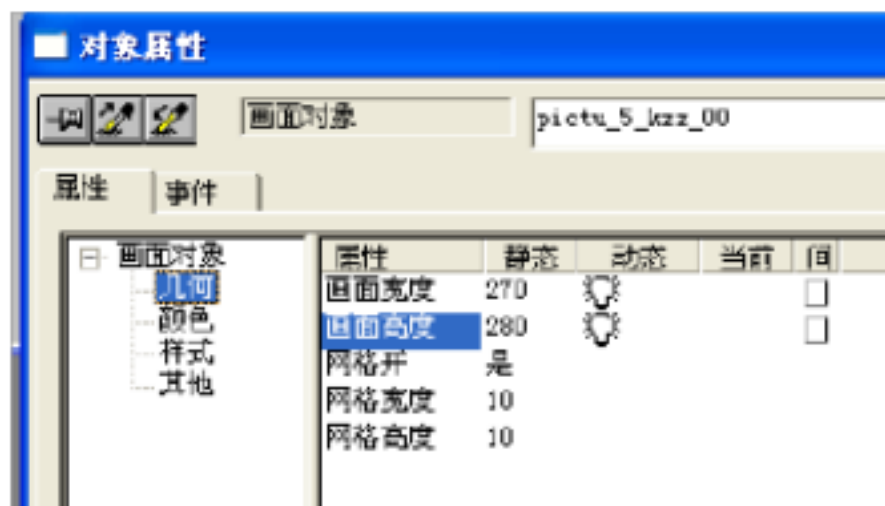

图 3-1 新建画面对象属性对话框
2) 通过“ 文件 ”菜单中的“ 新建 ”菜单条目，创建一个新的画面，并通过“ 文件 ”菜单中的“ 另存为 ... ”菜单条目，将其以名称 pictu_5_kzz_00.pdl 进行保存。将鼠标指向新建画面，单击鼠标右键，在弹出的菜单中选择“ 属性 ”菜单条目，打开“ 对象属性 ”对话框（见图 3-1）。如图 3-1 所示将“ 属性 ”标签下的“ 几何 ”部分中的“ 画面宽度 ”设置为 270，“ 画面高度 ”设置为 280。